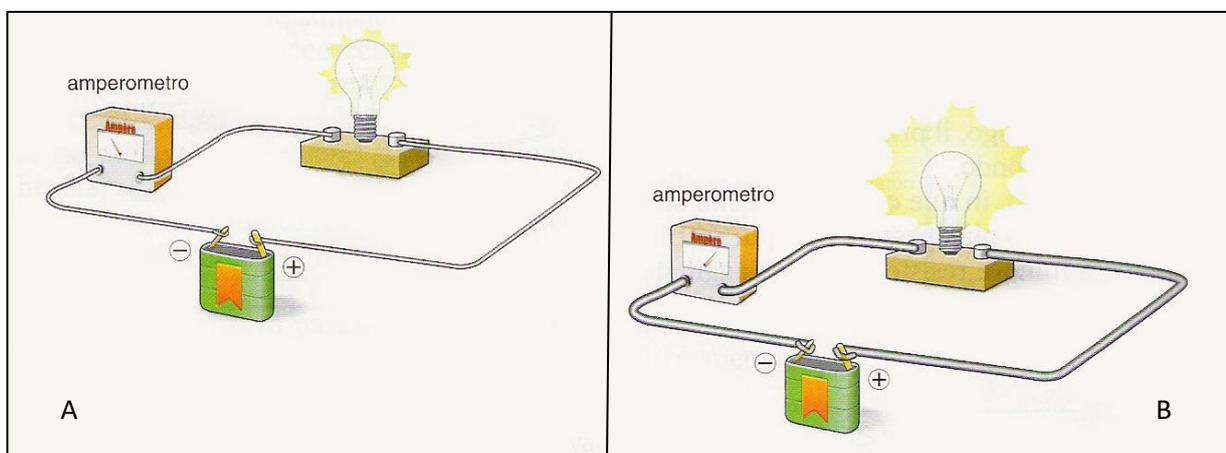

Figura 14
- si può usare un filo più grosso: più è grosso il filo, maggiore è la corrente che riesce a passare (figura 14 A e B).